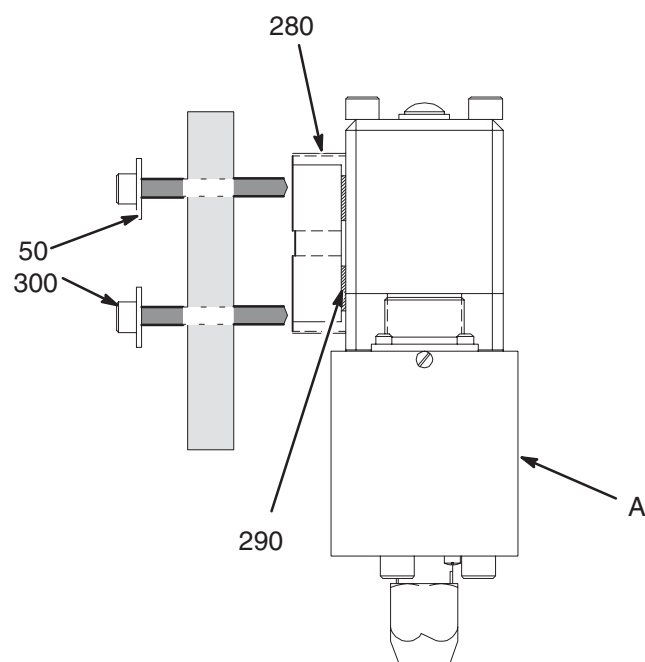

Fig. 1
Montare la valvola di erogazione automatica alla staffa di montaggio su un supporto fermo o su un braccio robotico (Fig. 1), usando due viti a testa esagonale (300) e due rondelle piatte (50). Assicurarsi di posizionare il blocco di isolamento (280) ed il nastro di isolamento (290) tra la valvola di erogazione e la staffa di montaggio.